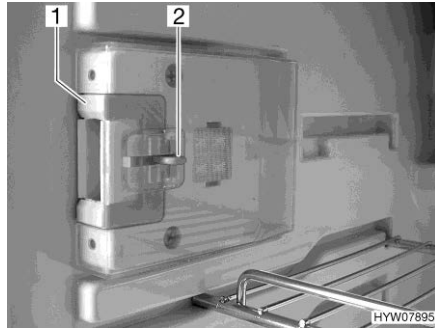
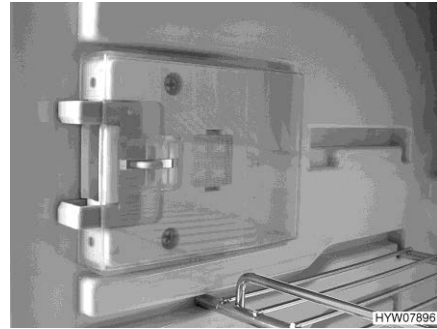

Bild 189 Verschlusseinrichtung (Normalstellung)
Bild 190 Verschlusseinrichtung (Lüftungsstellung)
- Die Entriegelung (Bild 189,2) eindrücken.
- Die Verschlusseinrichtung (Bild 189,1) nach vorn schieben (Bild 190).